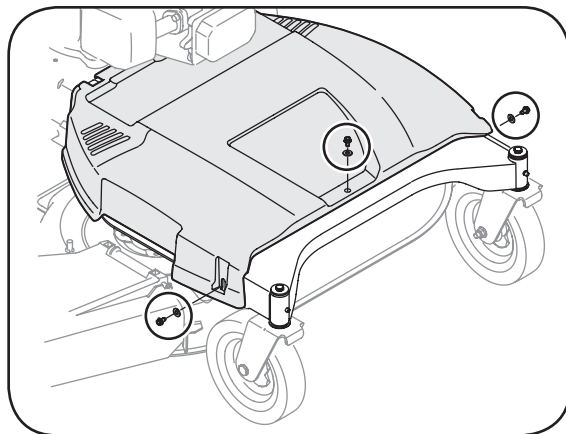

Figura 5-6: Quite tornillos y arandelas
2. Quite los tres tornillos y arandelas que sostienen la tapa al marco, la Figura 5-6.